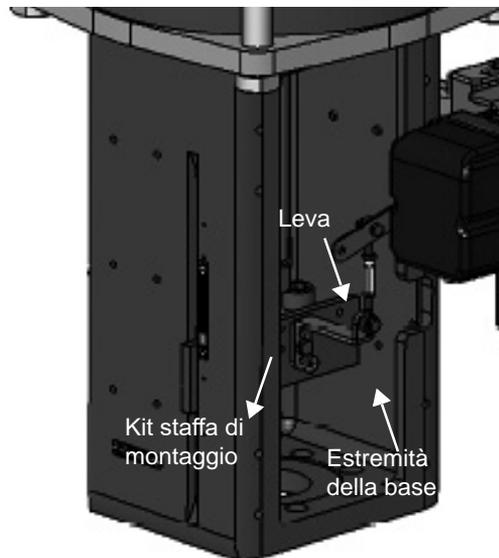

Figura 18 - Valvola 85/86
2. Installare il gruppo di montaggio sul giogo (Figura 18) servendosi di una rondella elicoidale 5/16, una rondella piatta 5/16 e una vite esagonale 5/16-18x44,5 [1,75] LG.